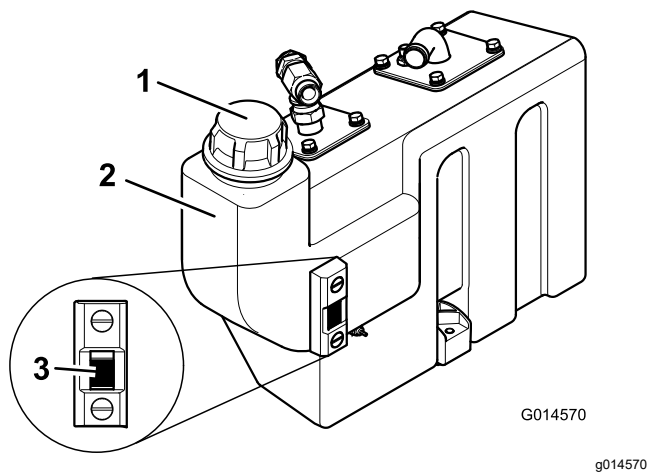

Figure 73
3. Si devez ajouter du liquide hydraulique, nettoyez la surface autour du goulot de remplissage et du bouchon du réservoir hydraulique (Figure 73) puis retirez le bouchon.